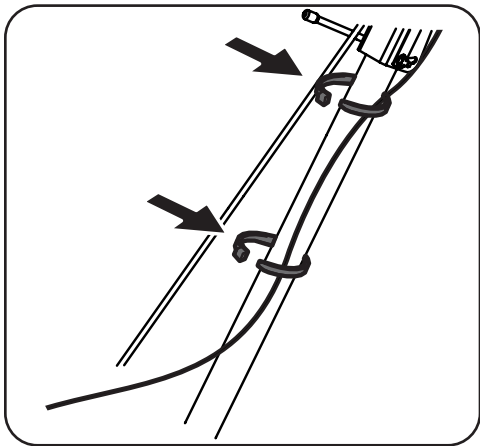

Figure 2-4
- Passez le fil sur l'arbre du guidon et retenez-le avec une attache à la partie inférieure de l'arbre et une autre attache à la partie supérieure de l'arbre. Voir Figure 2-4.